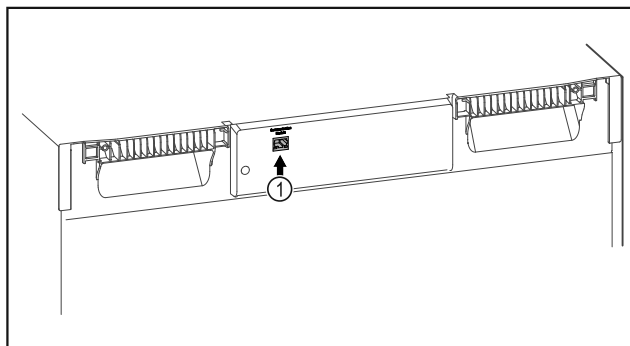

Fig. 136
- ☐ Je používán SmartModule Fig. 136 (1).